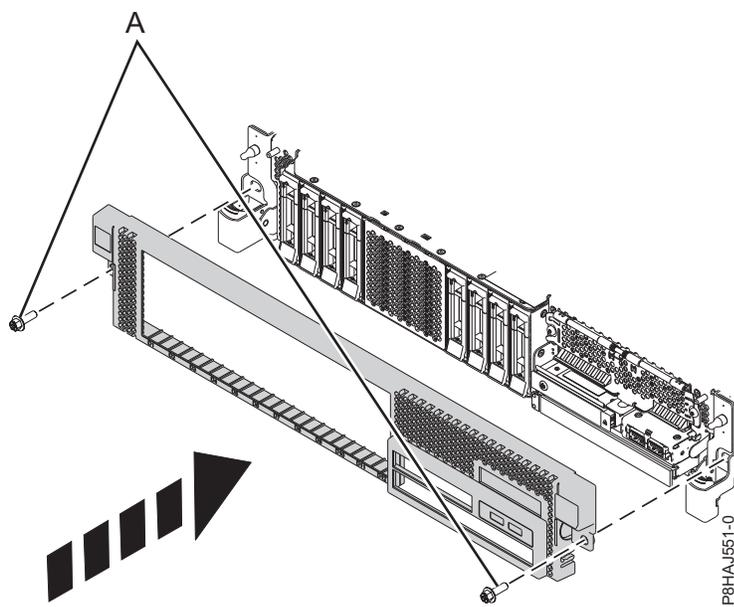

Abbildung 19. Vordere Abdeckung installieren
3. Schließen Sie die Entriegelungshebel, indem Sie diese in die in Abb. 19 auf Seite 39 angezeigte Richtung drücken. Die Abdeckung schnappt ein und weist eine Vertiefung auf, an der Sie sie leichter festhalten können.
4. Tauschen Sie die Transportschrauben aus (A).